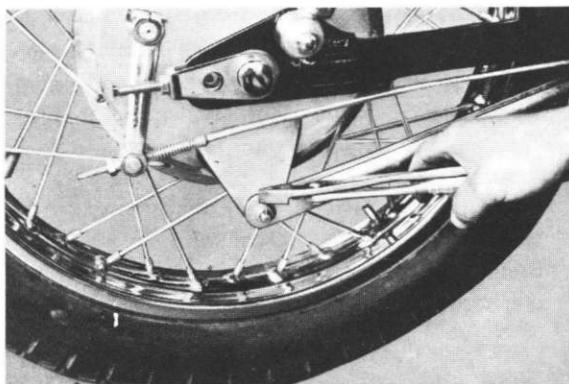

Fig. 5-4-1
- 1) Remove the rear brake and anchor bar from the rear brake plate. (Figs. 5-4-1 and 2)
- 1) Retirez la tringle de frein arrière et la barre de fixation du flasque de frein arrière. (Figs. 5-4-1 et 2)
- 1) Hinterradbremse und Verankerungsgestänge von der Bremsbüchse lösen. (Abb. 5-4-1 und 2)